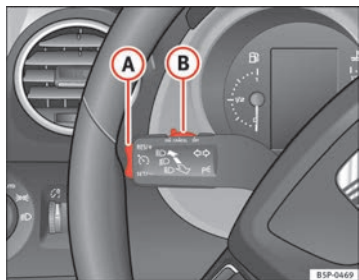

Abb. 153 Blinker- und Fernlichthebel: Schalter und Wippe für die Geschwindigkeitsregelanlage
- Drücken Sie den oberen Teil der Wippe **RES/+** ⇒ Abb. 153 **A**, um die Geschwindigkeit zu erhöhen. Solange Sie die Wippe gedrückt halten, beschleunigt das Fahrzeug. Sobald Sie die Wippe loslassen, wird die neue Geschwindigkeit gespeichert.
Wenn Sie die gespeicherte Geschwindigkeit durch Treten des Bremspedals verringern, ist die Regelung der gespeicherten Geschwindigkeit ausgeschaltet. Sie können durch einmaliges Drücken des oberen Teils der Wippe **RES/+** ⇒ Seite 196, Abb. 153 **A** die Regelung wieder aufnehmen.